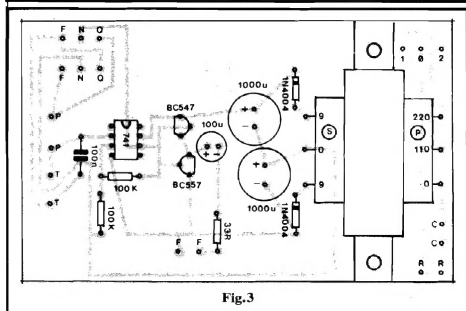

Fig. 3
- FIG. 3 - "CHAPEADO" DA-MONTAGEM - Fica "visualmente explicado" por que a placa deve ser tão "folgada"... A presença do transformador de força sobre o Impresso, obriga a uma certa "largueza", ao mesmo tempo em que beneficia eventuais manutenções, trocas de componentes, etc. Como se trata de uma montagem para profissionais, não vamos enfatizar aqui detalhes mais elementares, porém lembramos da necessidade de se manter atenção especial quanto aos componentes polarizados e suas posições (Integrado, transistores, diodos e capacitores eletrolíticos). A respeito